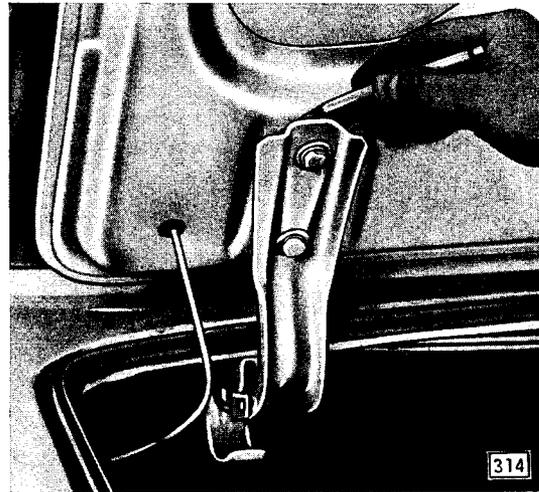

Bild 146 - Lage des Kofferraumdeckelscharniers am Kofferraumdeckel markieren
2. Damit der Kofferraumdeckel beim Wiedereinbau nicht neu ausgerichtet zu werden braucht, vor dem Ausbau Lage der Kofferraumdeckelscharniere am Kofferraumdeckel mit einem weichen Bleistift markieren (Bild 146).